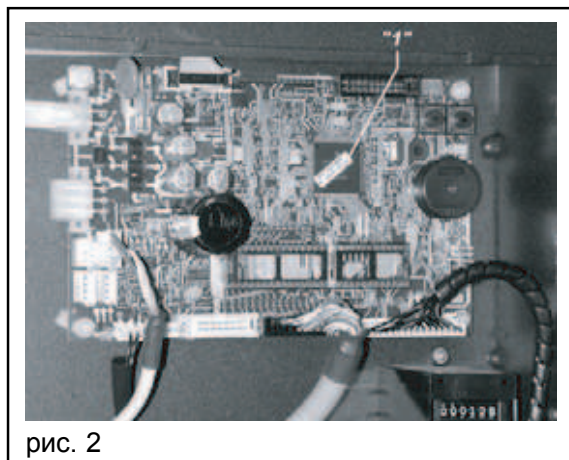

рис. 2
- версию программного обеспечения процессора, которая отображена на плате ЦПУ, на наклейке процессора (1, рис. 2), и, по возможности, версию программы ПЗУ, которая отображается на дисплее при нажатии кнопки №2 на плате ЦПУ при активизации режима "СЕРВИС" (рис. 41);